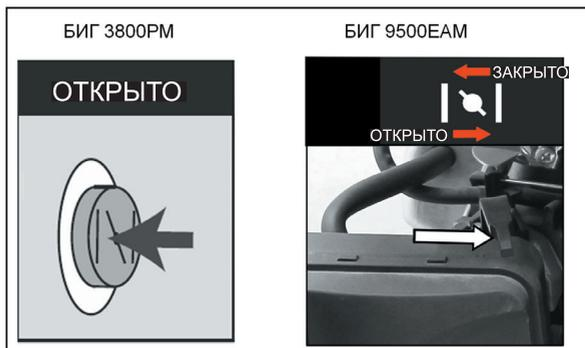

Рис. 15
5. Через 5 секунд после пуска двигателя плавно переведите рычаг воздушной заслонки в положение «Открыто» (рис. 15).